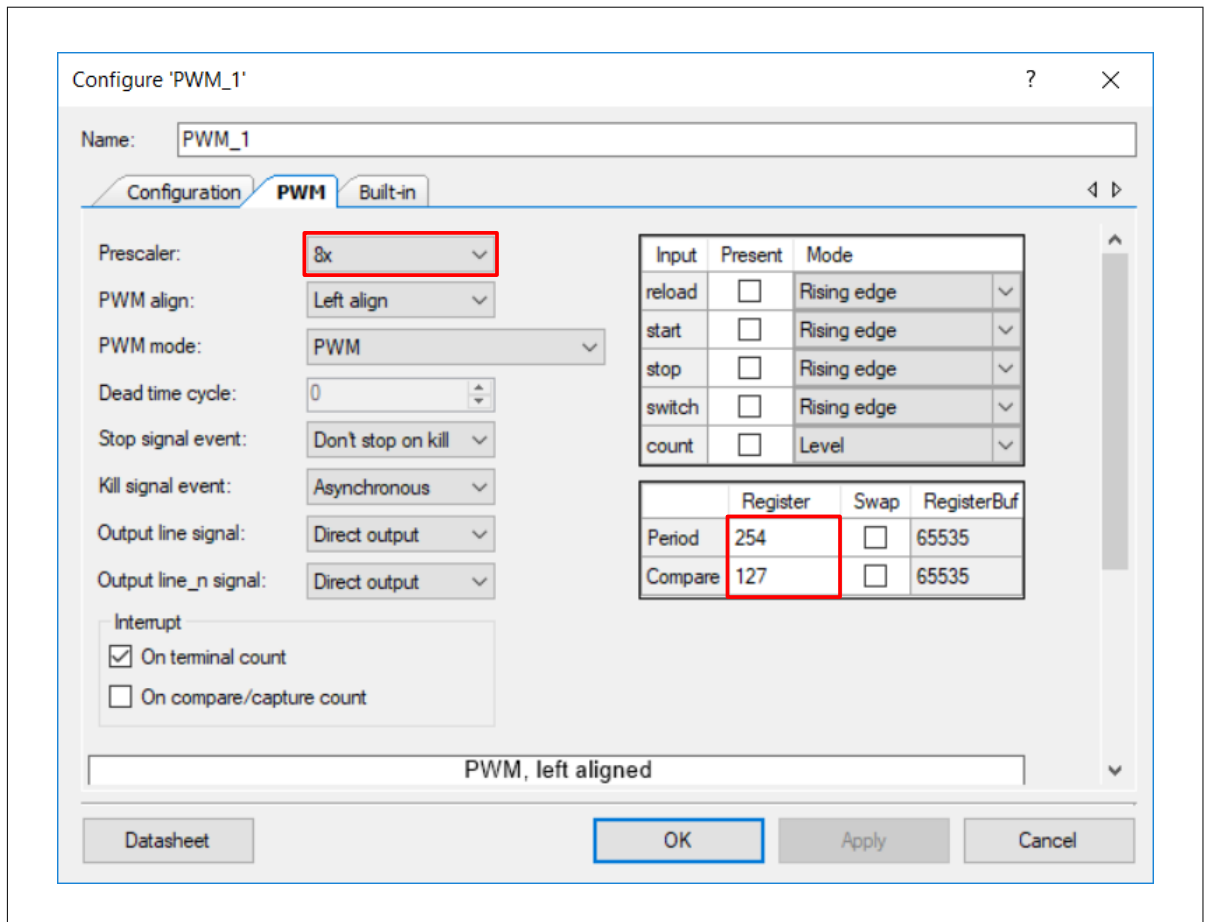

図 39 PWM コンポーネントの設定
7. 図 39 に示すように、回路図の PWM コンポーネントをダブルクリックし、コンポーネントのプロパティを設定してください。**PWM** タブをクリックして、デューティ比が 50 パーセントの PWM 信号を生成するために、周期値を 254 に**比較値**を 127 にセットしてください。